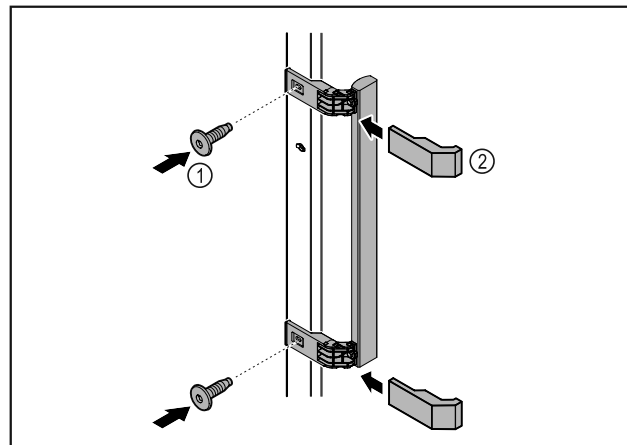

Fig. 3
- ▶ Paigaldage kaaspakist pärit käepide kaasasolevate kruvidega Fig. 3 (1) ukse külge.
- ▶ Pange kate Fig. 3 (2) peale.